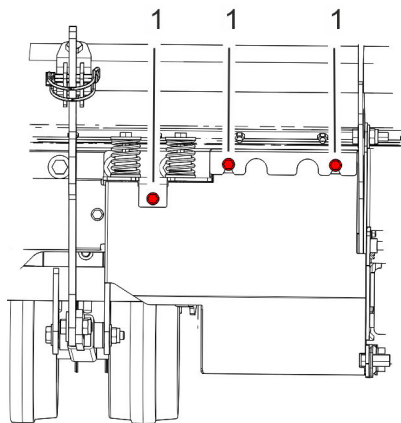

Abb. 62: Getriebeabdeckung hinten
3. 3 Schrauben (Abb. 62/1) auf der Rückseite des Anbaugeräts lösen. Getriebeabdeckung entfernen.